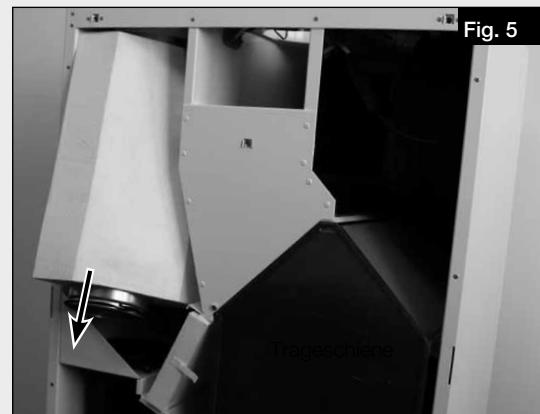

Fig. 5
2. Faire pivoter la face inférieure du silencieux et le retirer vers le bas de l'appareil (voir Fig. 5).